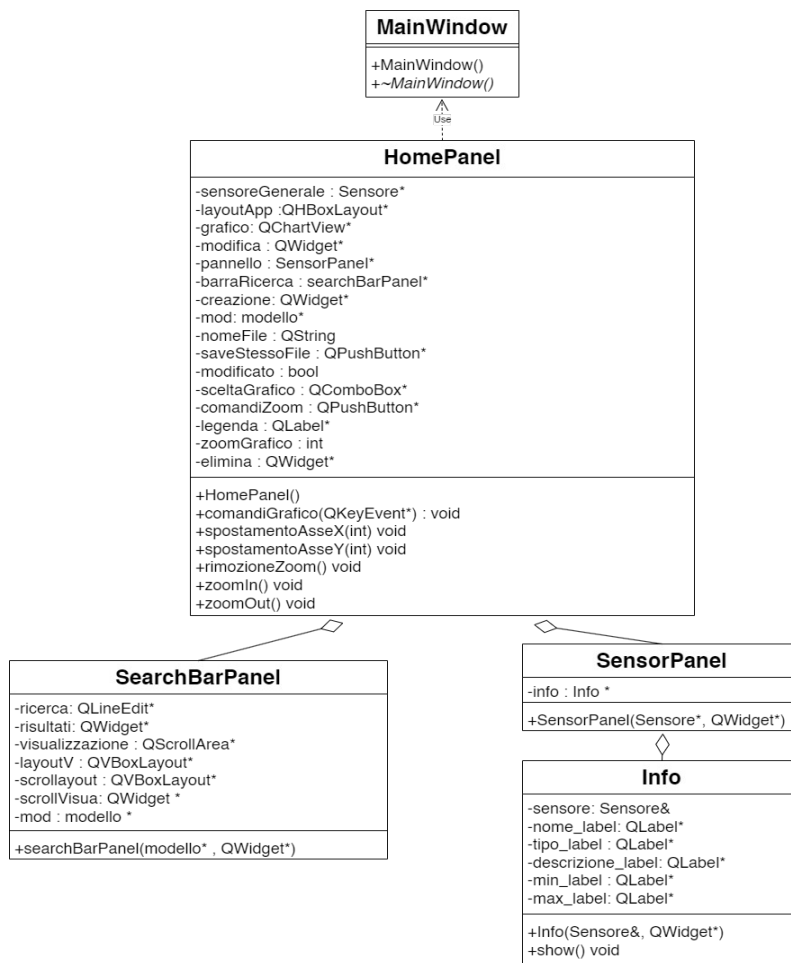

Figura 7: Struttura gerarchica della GUI
- Struttura e progettazione della parte grafica della *GUI*, implementando le classi *HomePanel*, *SearchBarPanel* e *SensorPanel* come descritto in Figura 7